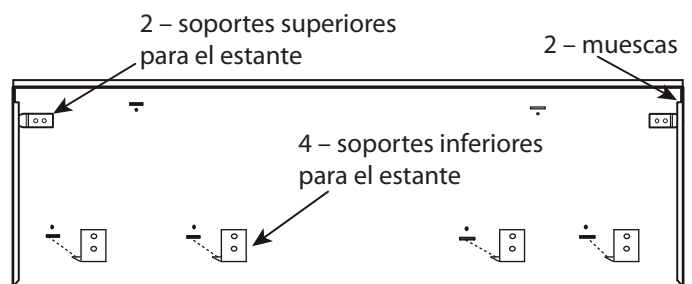

Figura 18: 48 Pulg Dorso de la placa mural
5. Instale la placa mural colocando las muescas de las esquinas (dorso de la placa mural) encima de los dos soportes superiores del estante. Deslice el accesorio del estante hacia arriba hasta que la parte inferior se enganche en los soportes inferiores (*Figura 18*).